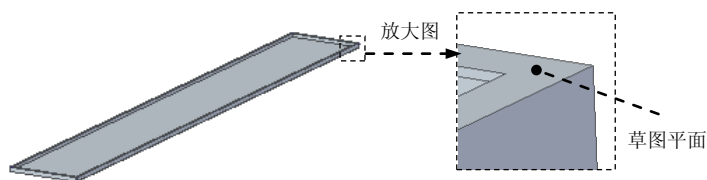

图 8.13.203 草图平面
(4) 在命令条中单击预览按钮显示其结果，并单击完成按钮，完成特征的创建。
Step7. 创建草图 1，选取图 8.13.203 所示的模型表面为草图平面，绘制图 8.13.204 所示的草图。